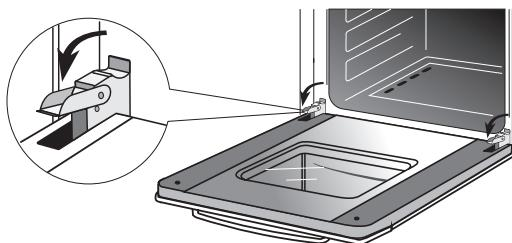

Рис.23
- поднимите и поверните до упора стопорные рычаги, расположенные на двух шарницах (рис. 23),